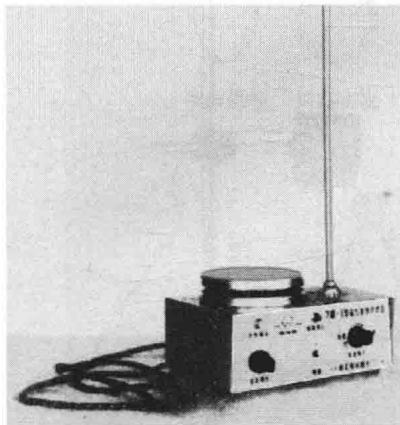
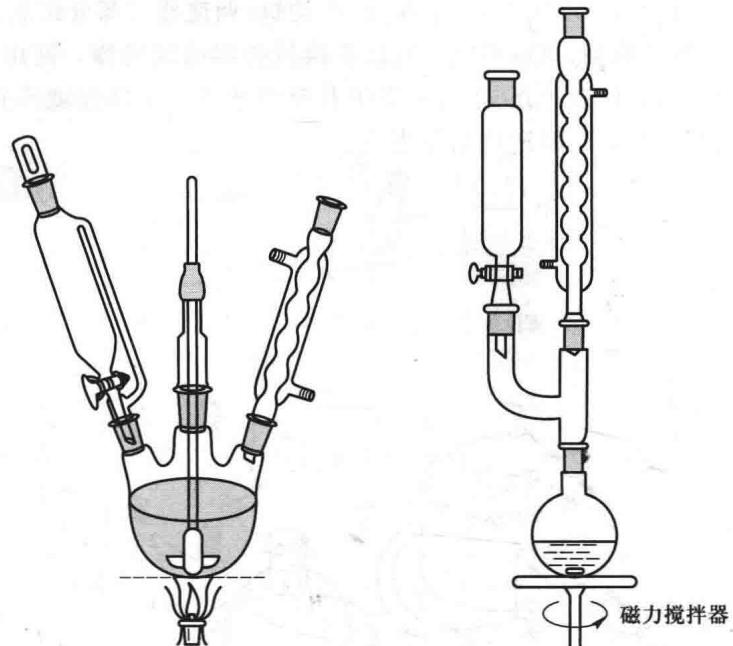

图 0-6 磁力搅拌器
图 0-7 带有搅拌器及滴加液体装置的回流装置
(3) 磁力搅拌器 由电动机、磁钢和搅拌转子组成,如图 0-6。搅拌转子是一块包有玻璃或塑料外壳的软铁,将转子放入反应容器中,再把容器放在磁力搅拌器的托盘上,接通电源,电动机直接使磁钢转动,带动搅拌转子旋转,达到搅拌的目的。一般磁力搅拌器都同时具有加热、自动控温、调速等功能,使用起来,非常方便。例如,一个带有搅拌器及滴加液体的回流装置,如改用磁力搅拌器,就简便得多了,如图 0-7。
(4) 烘箱 实验室中常用的是电热鼓风干燥箱,温度可以控制在 50~300℃,箱内有自动控制系统,使调节好的温度保持恒定。干燥玻璃仪器一般控制在 105℃左右。调温的方法是:接通电源后,将控温旋钮顺时针方向旋至最高点,此时箱内升温,当温度升至所需温度时,立即将旋钮向逆时针方向慢慢旋回,至红色指示灯灭而黄灯亮时,此处即为该温度的恒温控制点。为了便于以后调温,最好做上标记。易燃、易爆、易挥发,以及有腐蚀性的物品禁止放入烘箱内。烘箱用后,应切断外电源以保证安全。
(5) 冰箱 国际上用星级来标定冰箱冷冻室的温度等级。不同星级冰箱冷冻室的温度如表 0-1: